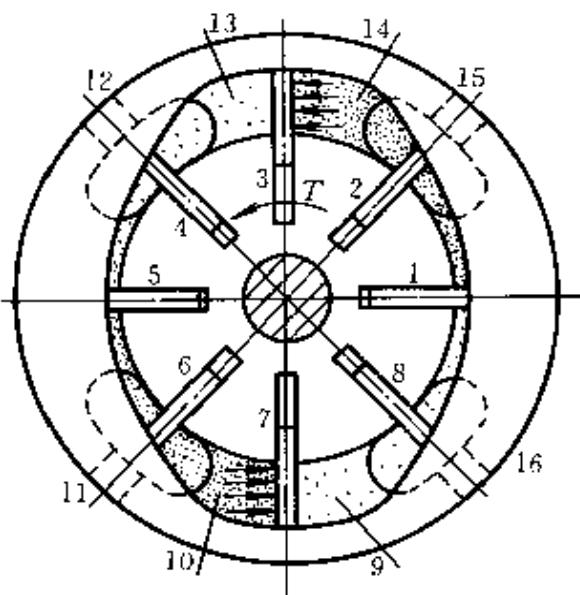

图 4-27 叶片式液压马达的工作原理
(2) 叶片式液压马达的工作原理 图 4-27 为叶片式液压马达的工作原理图。当压力油从进油口进入压力腔后, 两相邻叶片间的密封容积中充满着压力油。叶片 2 和 6 两侧面均受高压油作用,